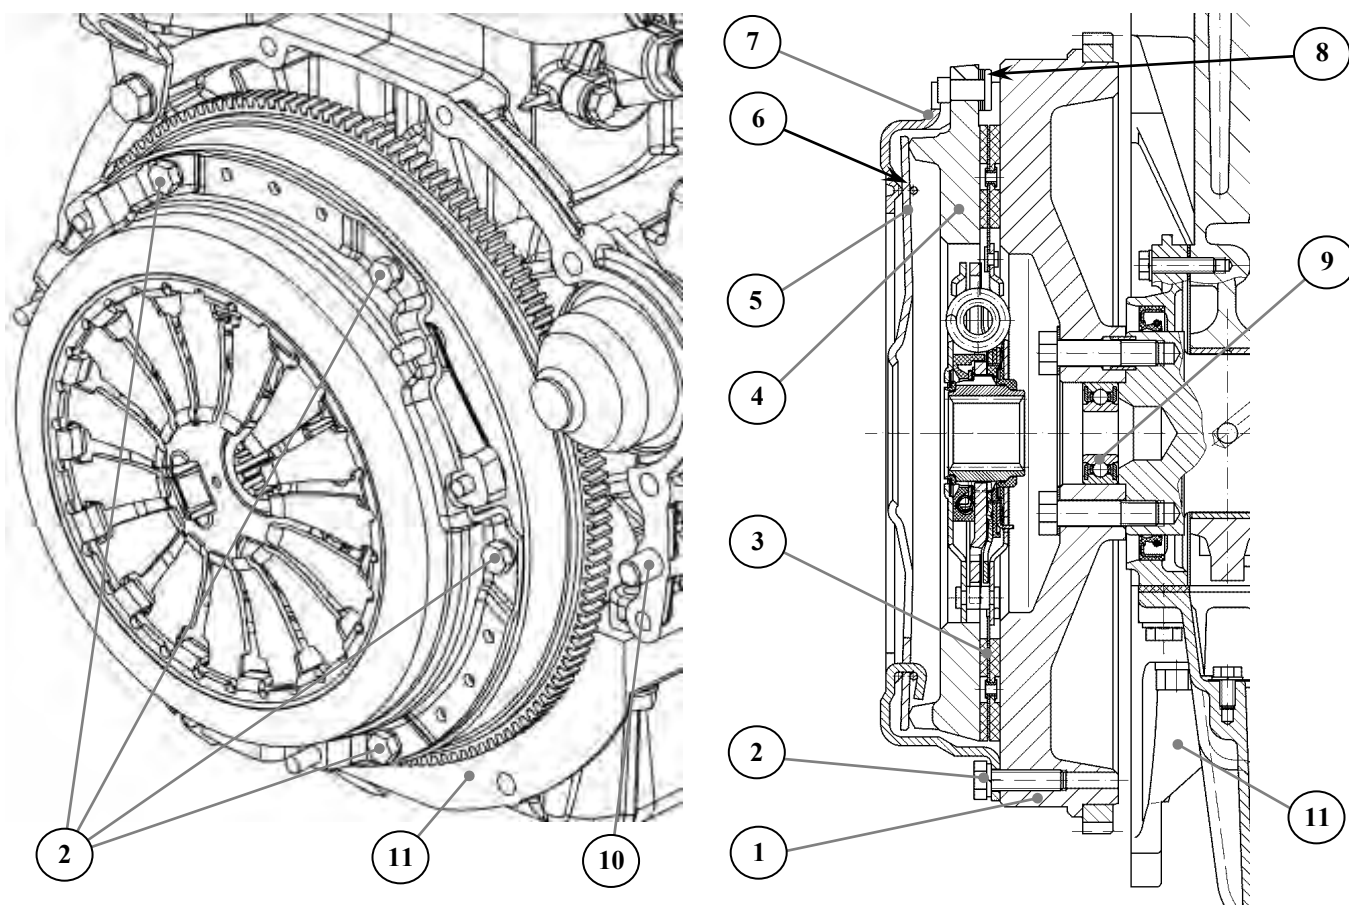
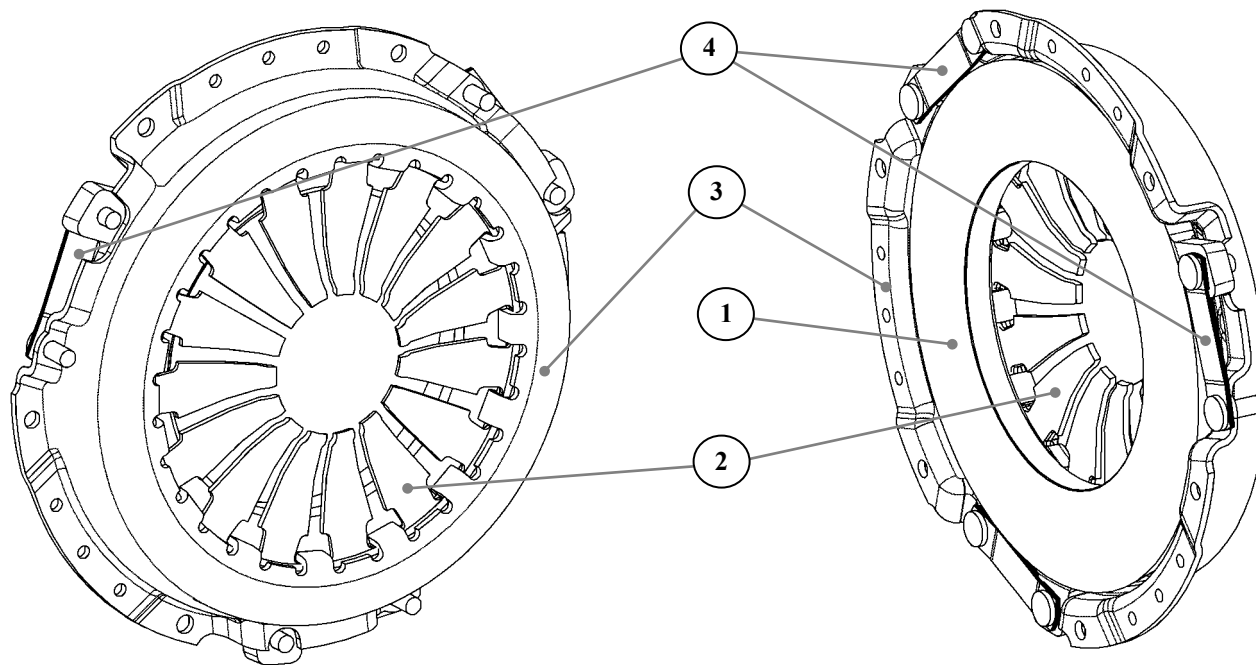

Рис.71. Сцепление в сборе:
Рис.72. Нажимной диск сцепления. Общий вид.
**Нажимной диск в сборе** (рис.71 и рис.72) состоит из кожуха, диафрагменной нажимной пружины, нажимного диска и пластинчатых пружин.